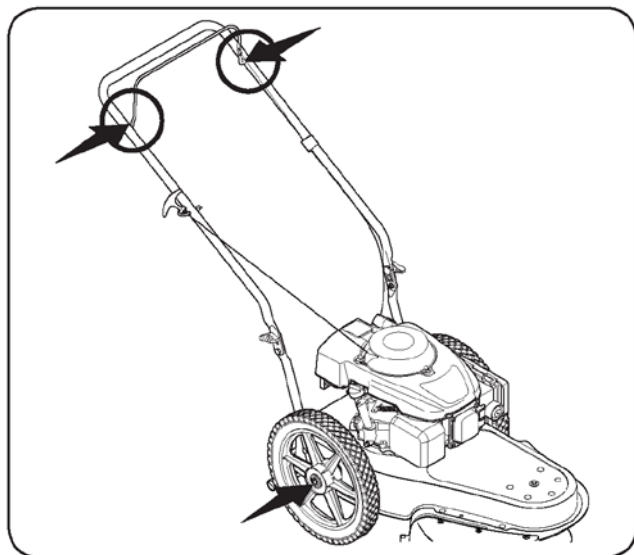

图 6-1
1. 至少每个季度使用轻质油对控制杆支点进行润滑。控制杆必须能够沿两个方向平稳切换。请参见图 6-1。
2. 至少每个季度使用轻质油（机油）对轮部进行润滑。将车轮拆除（无论出于何种原因）之后，都应使用轻质油对轮轴螺栓的表面以及车轮内表面进行润滑。请参见图 6-1。